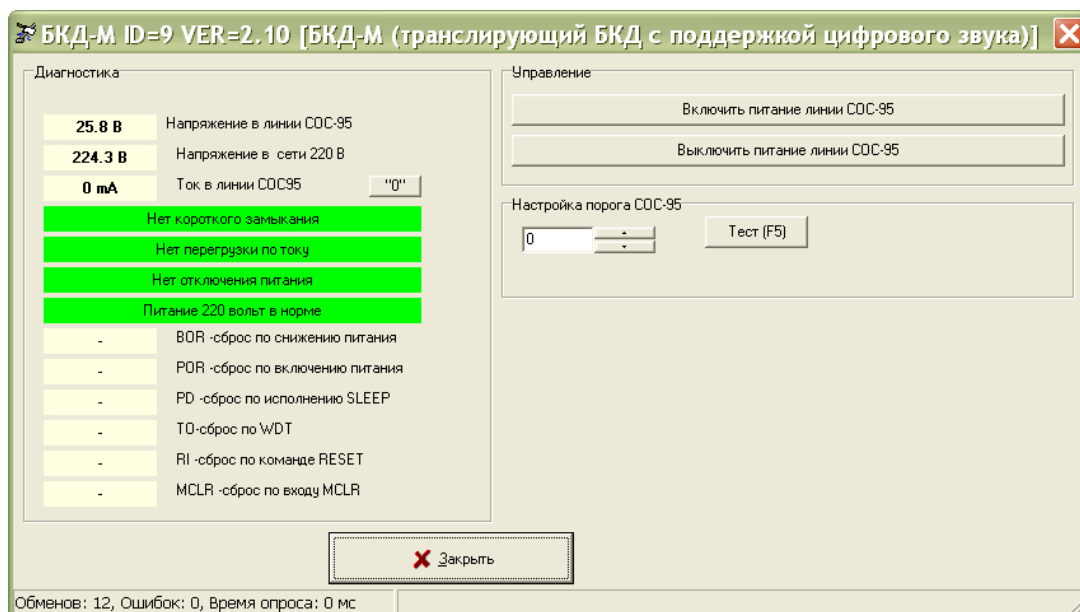

Рисунок 16
- 4) Выбрать найденный блок в таблице устройств и нажать кнопку «Тест». Откроется окно с параметрами блока (рисунок 16).